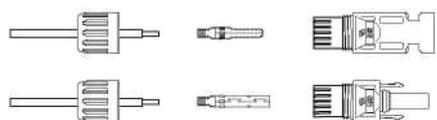

Figura 3.18 Quite la tuerca ciega del conector
1. Pele el cable de CC aproximadamente 7 mm. Quite la tuerca ciega del conector. (vea la Figura 3.18)